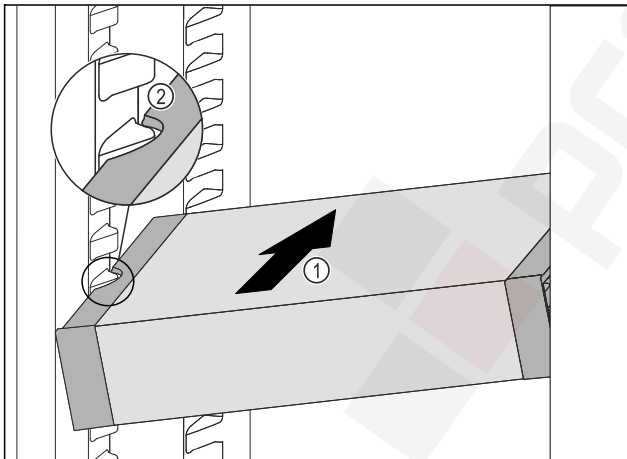

Fig. 75
- ▶ A VarioSafe fiókot ferdén tolja be a hűtőrészbe Fig. 75 (1) annyira, hogy a VarioSafe oldalsó kivágásai Fig. 75 (2) a hűtőrészben a tartóborda magasságában legyenek.